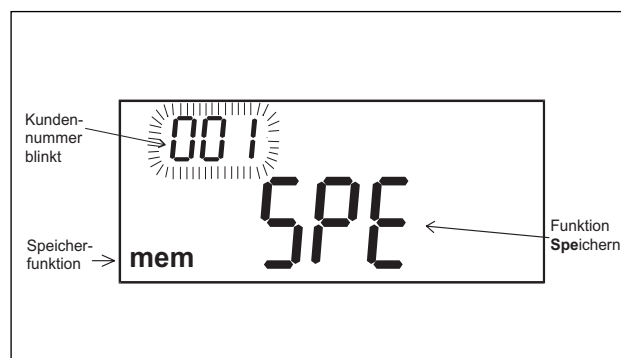
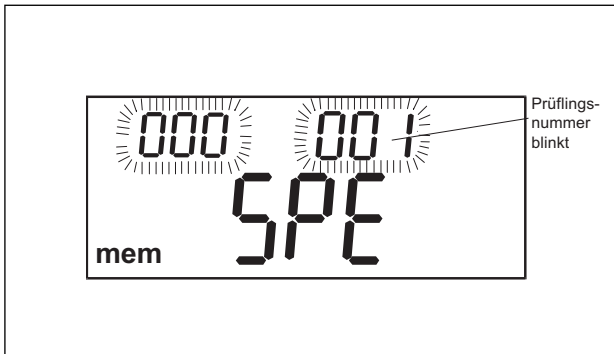

Abb. 9.3
Abb. 9.4
- Die Taste **SPEICHERN** auf dem Gerät oder am COMMANDER einmal drücken, um die 3-stellige Kundennummer einzugeben. Die Kundennummer wird entsprechend Abb. 9.3 angezeigt.
- Die entsprechende **Kundennummer** über die numerische Tastatur (11) eingeben. Die Kundennummer besteht aus drei Ziffern und muss zwischen 001 und 999 liegen. Führende Nullen, d.h. die Zahl Null an erster Stelle (z.B. 053), brauchen nicht eingegeben zu werden. Die Taste 'CE' kann verwendet werden, um Fehleingaben zu löschen.
- Die Taste **EINGABE** drücken, um die **Kundennummer** zu bestätigen. Nun wird die **Prüflingsnummer** entsprechend Abb. 9.4 angezeigt.
- Die entsprechende **Prüflingsnummer** über die numerische Tastatur (11) eingeben. Die Nummer besteht aus sechs Ziffern und muss zwischen 000 001 und 999 999 liegen. Führende Nullen, d.h. die Zahl Null an erster Stelle (z.B. 001 234), brauchen nicht eingegeben zu werden. Die Taste **EINGABE** kann verwendet werden, um zwischen der Prüflings- und der Kundennummer umzuschalten.